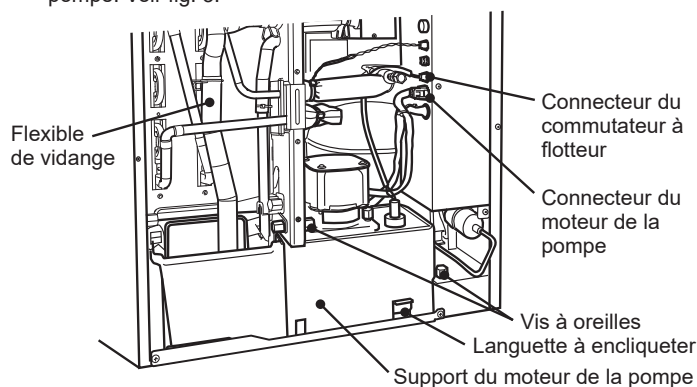

Fig. 3
- 2) Desserrer les deux vis à oreilles fixant le support du moteur de la pompe. Voir fig. 3.
Veiller à faire passer le tuyau d'évacuation derrière le tube en cuivre et à le raccorder correctement. Voir fig. 3. Dans le cas contraire, le tuyau de déchargement peut être coincé dans l'isolation avant, entraînant des résultats incorrects.